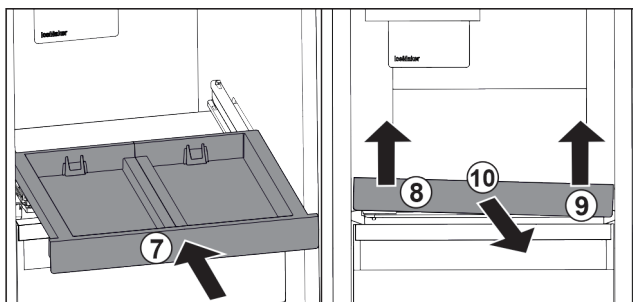

Fig. 24
- ▶ Вставьте выдвижную панель. Fig. 24 (7)
- ▶ Приподнимите выдвижную панель спереди слева. Fig. 24 (8)
- ▶ Приподнимите выдвижную панель спереди справа. Fig. 24 (9)
- ▶ Извлеките выдвижную панель движением вперед. Fig. 24 (10)